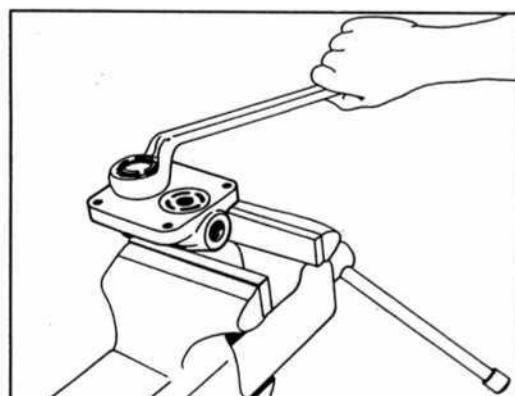

РИС. 124
7) Открутите гнездо нагнетательного клапана от головки цилиндра специальным инструментом и удалите его вместе с диском и пружиной клапана (рис. 124).